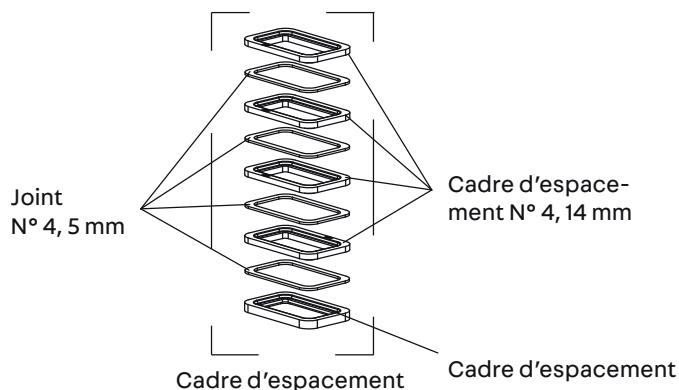

Figure 5-1
5. Avant d'installer l'ensemble conduit d'air de l'unité intérieure du système de climatisation du camping-car, l'ensemble cadre d'espacement doit être assemblé en fonction de l'épaisseur du toit du véhicule. Simulez l'installation afin de définir le nombre d'ensembles joint/cadre d'espacement à utiliser. Collez les ensembles joint/cadre d'espacement avec du ruban adhésif double face (préparé par l'utilisateur) (voir figures 5-1 et 5-2).